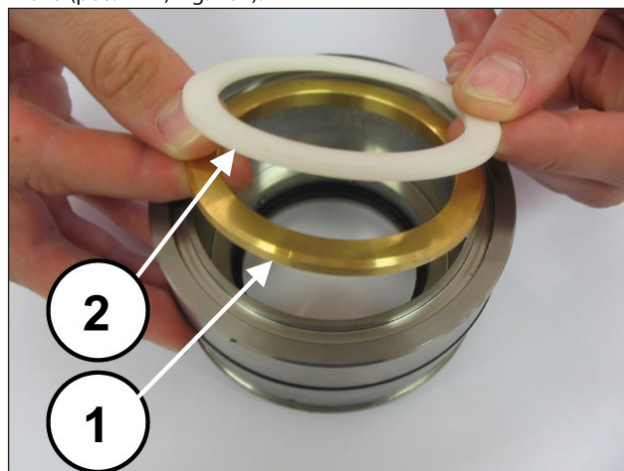
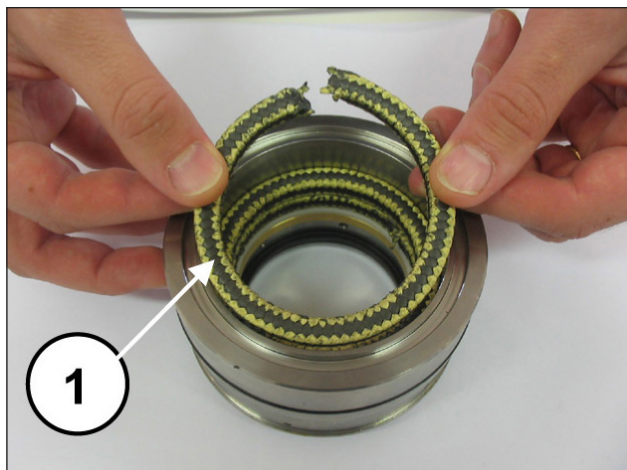
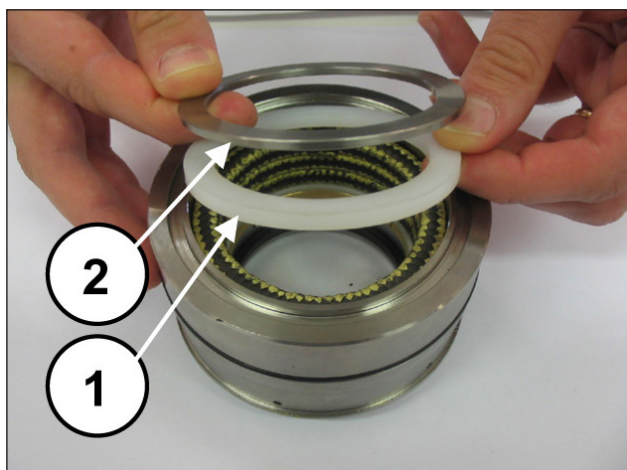

Fig. 165
Fig. 166
Fig. 167
Montare l'anello di supporto e l'anello antiestrusione (pos. ①②, Fig. 165), le tre baderne ponendo attenzione affinché gli intagli vengano a trovarsi a 120° l'uno dall'altro (pos. ①, Fig. 166), l'anello raschiatore baderne e l'anello per molla (pos. ①②, Fig. 167).